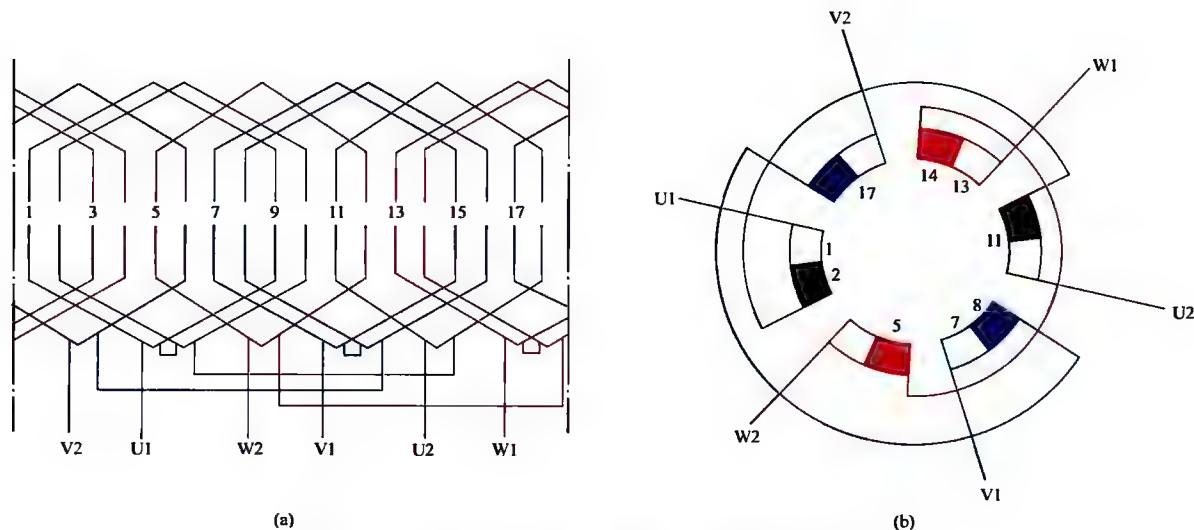

图 1-1 三相 2 极 18 槽单层交叉式绕组 1 路接法
1. 三相 2 极 18 槽单层交叉式绕组 1 路接法展开图与接线圆图 (见图 1-1)